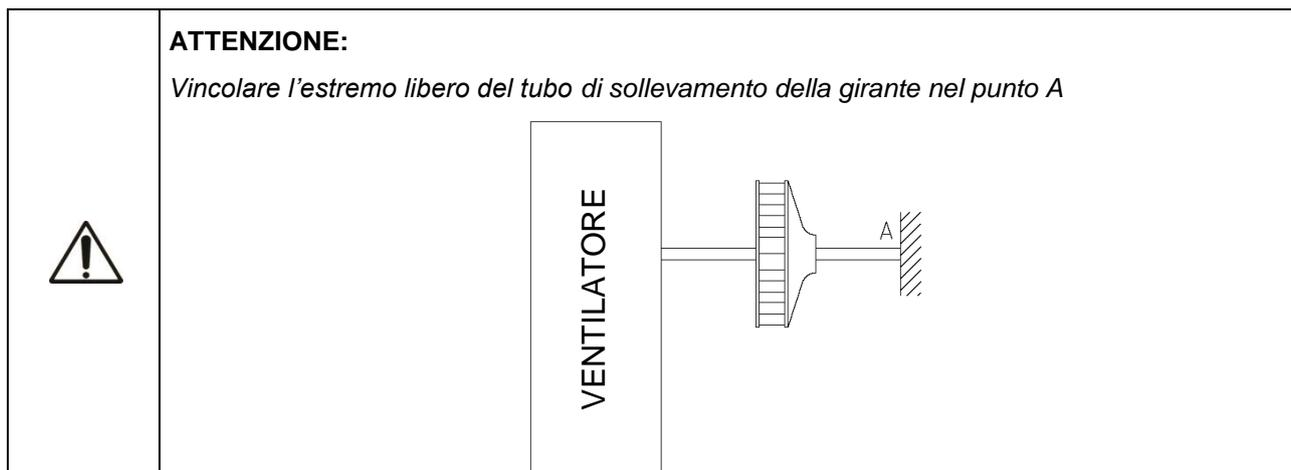

Figura 10-4 Ancoraggio tubo di sollevamento girante
6.- Mantenendo il tubo di sollevamento vincolato nel suo estremo A (vedi Figura 10-4), spostare la girante assialmente sullo stesso fino a raggiungere una posizione esterna alla cassa che permetta l'inserimento dei mezzi di sollevamento (Foto 17).
6.- Vincolare l'estremo libero A del tubo di sollevamento (vedi Figura 10-4).